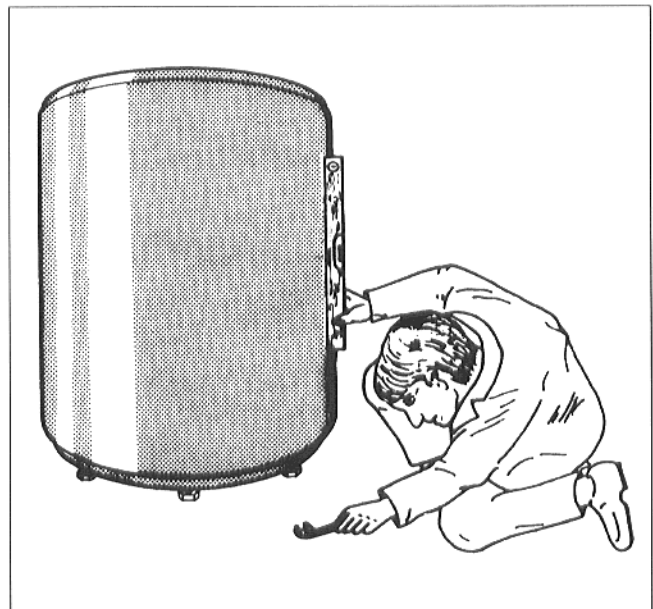

Abb. 4 – Prinzipabbildung
- Speicher-Wasserewärmer durch Justieren der Fußschrauben senkrecht ausrichten (Abb. 4).